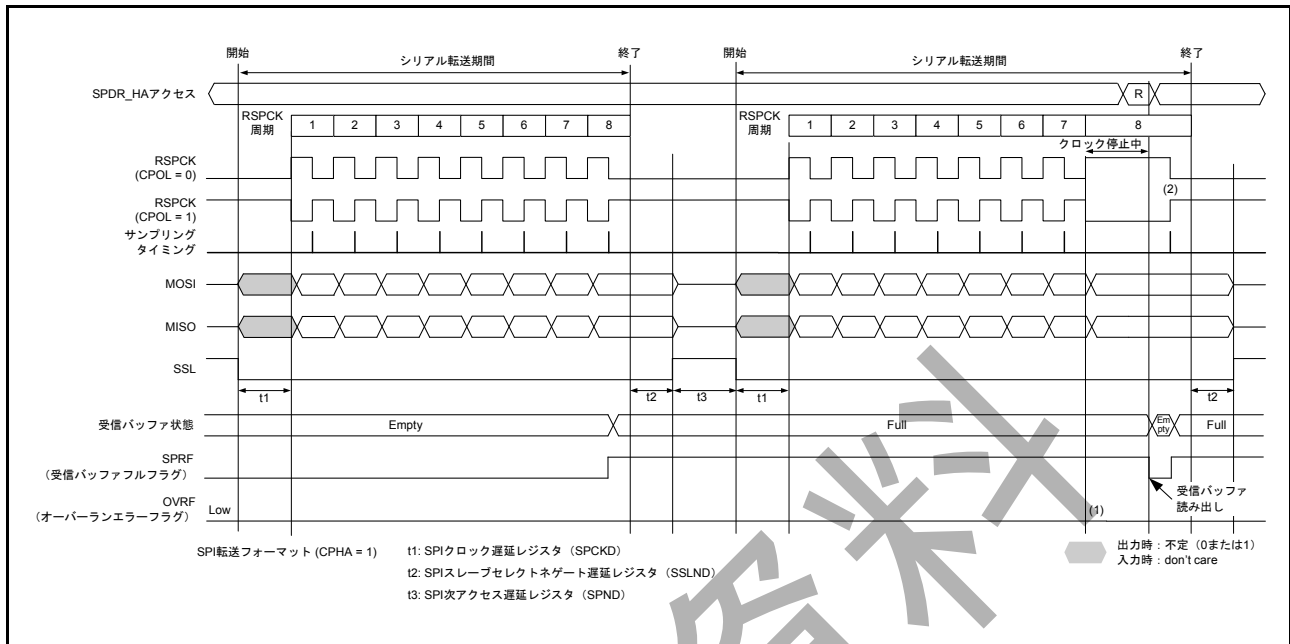
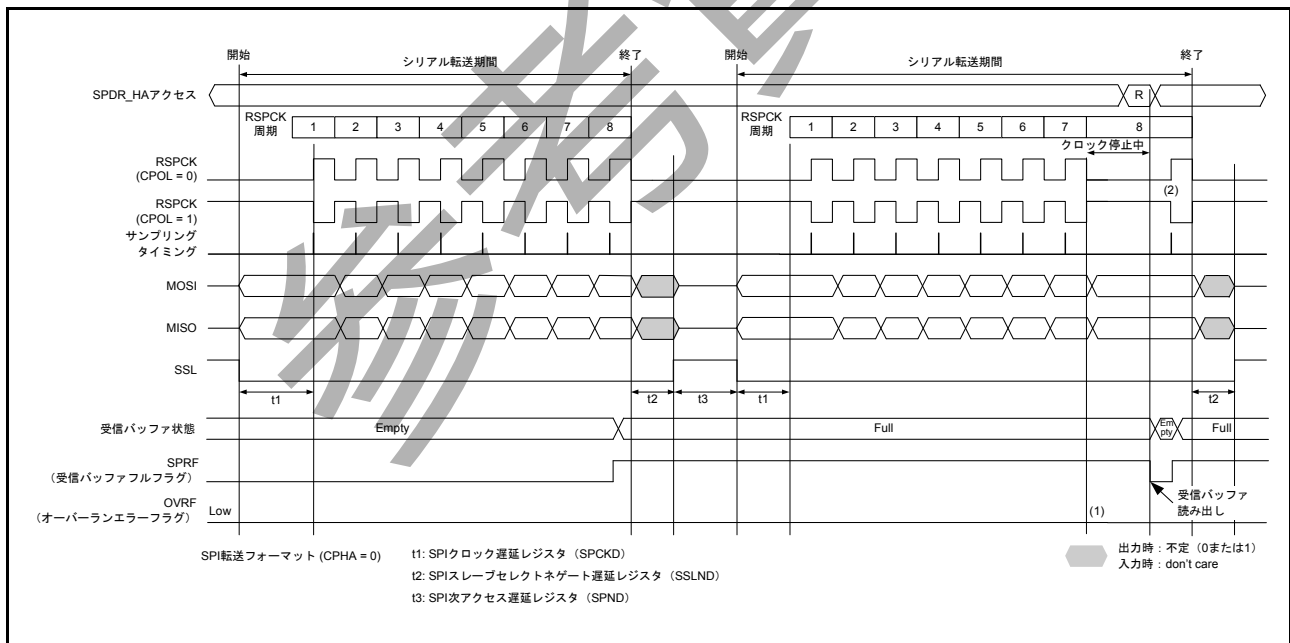

図 33.29 マスタモードの受信バッファフル状態でシリアル転送が継続するときのクロック停止波形 (CPHA = 1)
図 33.30 マスタモードの受信バッファフル状態でシリアル転送が継続するときのクロック停止波形 (CPHA = 0)
マスタモードで RSPCK 自動停止機能を有効にした場合は、オーバーランエラーが発生しません。図 33.29、図 33.30 にマスタモードの受信バッファフル状態でシリアル転送が継続するときのクロック停止波形を示します。
以下に、図 33.29 および図 33.30 の (1)、(2) に示したタイミングでのフラグ動作を説明します。
- (1) 受信バッファフルの場合は、RSPCK クロックが停止するためオーバーランエラーは発生しません。
- (2) クロック停止中に SPDR\_HA レジスタを読み出すと、受信バッファのデータが読み出せます。受信バッファの読み出し後 (SPSR.SPRF フラグが 0 にされた後)、RSPCK クロックが再開します。